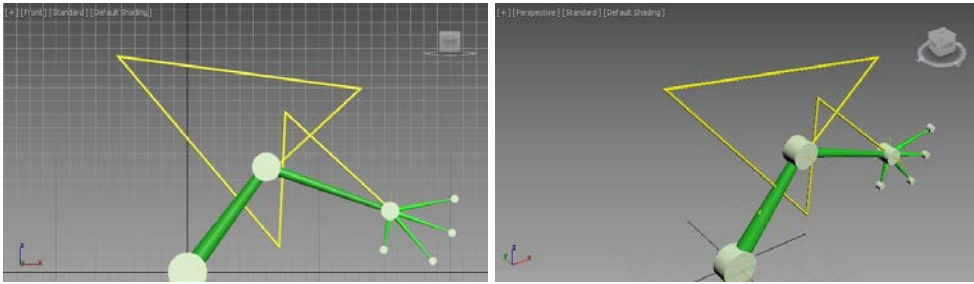

Fig. 5.5. Aplicarea cinematicii inverse – atribuirea de mișcare efectorului
5. Vizualizarea animației; în fig. 5.5 se poate vizualiza animația.
În fig. 5.5 se prezintă simularea lanțului cinematic când efectorul parcurge traiectoria liniară; se poate observa că fiecare nouă poziție a efectorului provoacă diferite configurații între obiectele copil față de părintele ascendent; practic fiecare nouă poziție a efectorului provoacă diferite rotații ale articulațiilor și ale brațelor lanțului cinematic, unghiurile dintre elementele componente ale acestuia fiind mereu diferite.